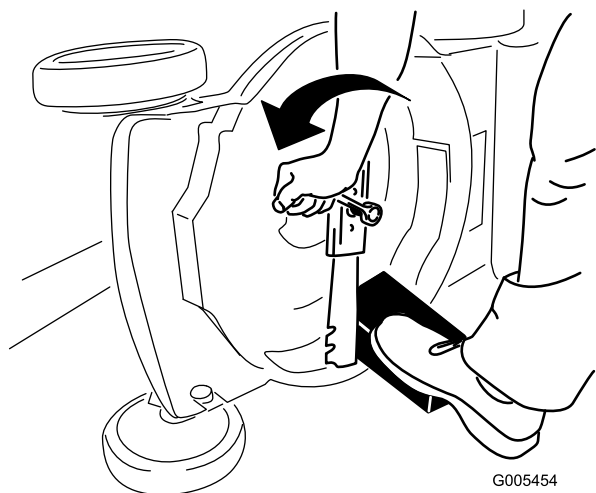

図 34
3. 角材などを使ってブレードをしっかりと保持する 図 34。
4. ブレードを取り外す。外したボルト類はすべて保管する 図 34。